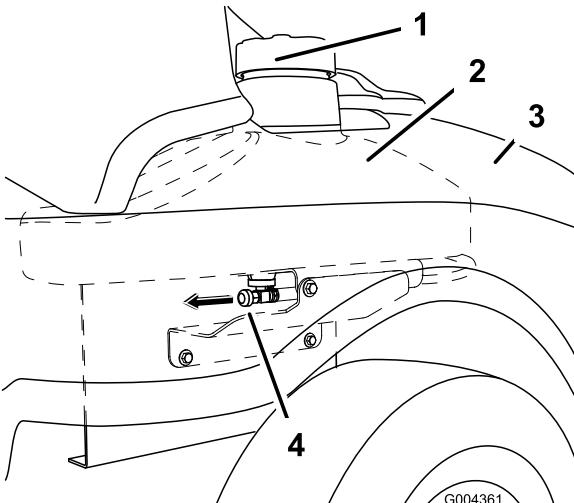

Figura 40
3. Chiudete la valvola di intercettazione del carburante, situata sotto la parte anteriore del serbatoio del carburante (Figura 40).
- Aprite la valvola di arresto del carburante. Lasciate spurgare il carburante in una tanica apposita o in una bacinella (Figura 40).